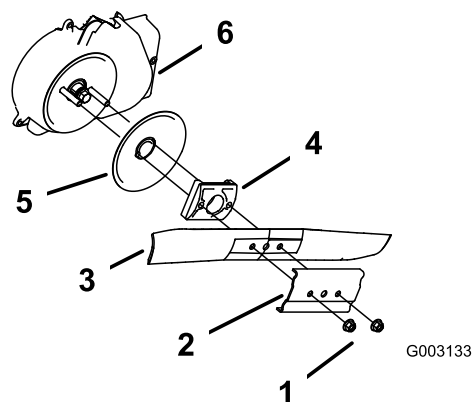

Figura 50
3. Retire las 2 tuercas de la cuchilla y el refuerzo (Figura 50).
4. Retire la cuchilla (Figura 50).
5. Retire el impulsor de la cuchilla y el disco (Figura 50).
6. Retire el protector del embrague del freno de la cuchilla (Figura 50).
10. Instale la cuchilla y el refuerzo que retiró anteriormente (Figura 50).